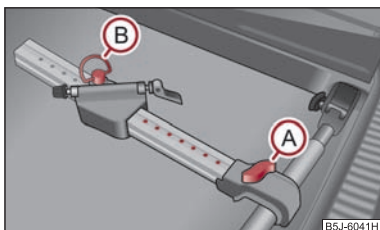

Abb. 70 Fahrradträger einbauen
- Setzen Sie den freigegebenen Fahrradträger auf den Querträger, nach dem Hochziehen der Schraube (A) ⇒ Abb. 70 schieben Sie den Längsträger (Alu-Teil) zum Querträger bis die Fassung einrastet und drehen Sie die Schraube (A) in die Mutter.
- Lösen Sie die Schraube (B) und nehmen Sie sie aus dem verschiebbaren Teil des Halters heraus; bringen Sie das verschiebbare Teil je nach Fahrradgröße in eine der möglichen Stellungen, so dass es nicht zum Kontakt mit der Gepäckraumklappe kommt. Wir empfehlen, das verschiebbare Teil des Halters so zu platzieren, dass zwischen der Schraube (A) und dem verschiebbaren Teil 7 Bohrungen sichtbar sind.
- Die Schraube (B) in der gewünschten Position einsetzen und festdrehen. ■
- Lösen Sie die Schraube (A) ⇒ Abb. 70 und schieben Sie den Fahrradhalter zusammen mit dem befestigten Fahrrad nach links (in Fahrtrichtung gesehen), so dass es zwischen dem Lenker und dem Seitenfenster des Gepäckraums nicht zur Kollision kommen kann.